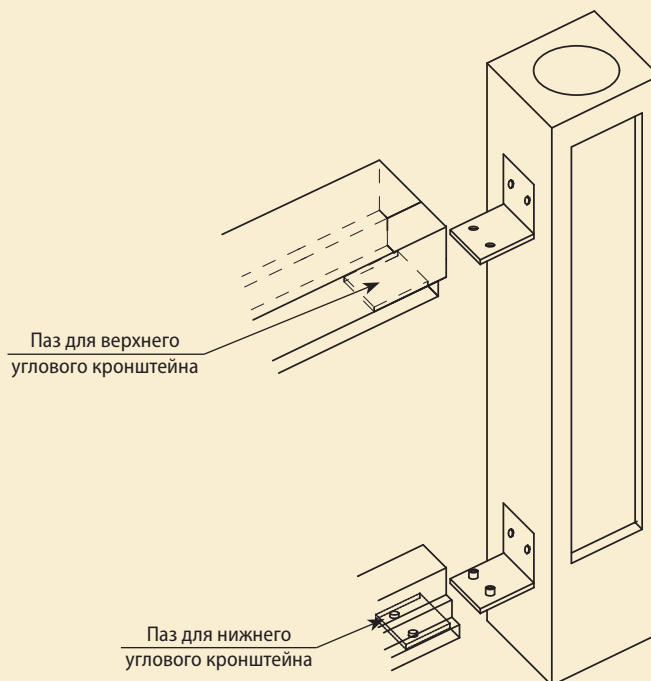

Рис. 2.2
2.3. На концах поручней и оснований, на их нижней части, выполните пазы под размер кронштейнов, для крепления заподлицо (**рис. 2.2**). Установите поручни и основания на угловые кронштейны. Отметьте местоположения отверстий для саморезов на верхнем поручне, и местоположение отверстий для болтов-шпилек на нижнем основании. Рекомендуется выполнить на нижней стороне поручня, направляющие отверстия  $\varnothing 2$  мм для крепления шурупов  $6 \times 50$ . Выполните на нижней стороне основания, отверстия  $\varnothing 12$  мм для крепления болтов-шпилек  $M8 \times 40$ .